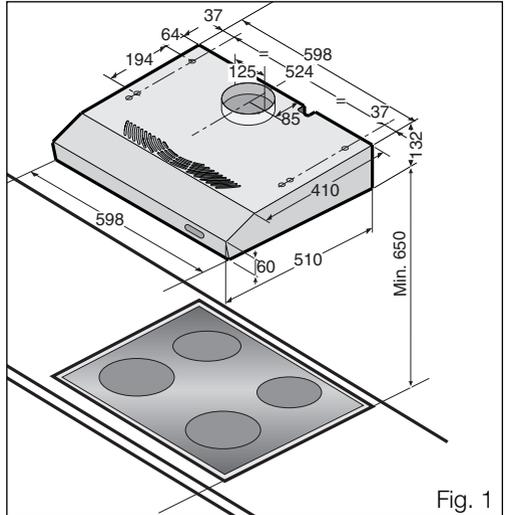

Fig. 1
- ❑ Efectuar o furo no fundo do pênsil baseando-se nos pontos de fixação **C** do exaustor, fig. 1 e 3) ou utilizar o esquema, fig. 4, apropriado eventualmente fornecido com o aparelho, a margem com a flecha deve coincidir com a margem posterior do pênsil e o agujero deve quedar na parte traseira, fig. 3.